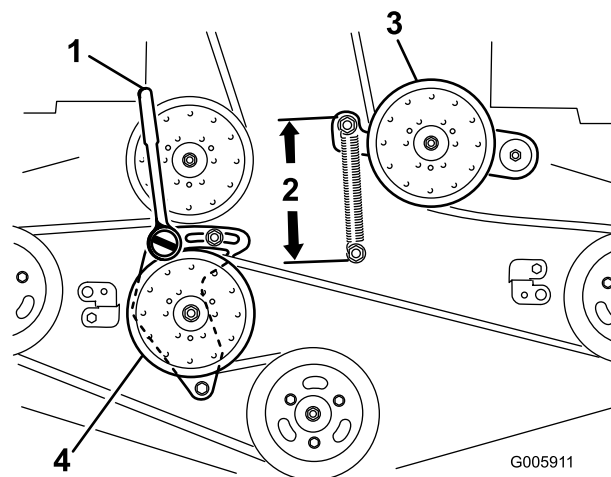

Figura 86
6. Allentate il braccio di rinvio fisso e regolatelo per scaricare la tensione della cinghia (Figura 86).
9. Inserite un cricchetto con un'estensione ridotta o una barra idonea nel foro quadrato nel braccio di rinvio fisso (Figura 86).
11. Per aumentare la tensione della cinghia, ruotate il cricchetto o la barra idonea in senso antiorario per spostare il braccio di rinvio fisso fino a creare uno spazio di 16,5 cm tra i ganci delle molle (Figura 86).